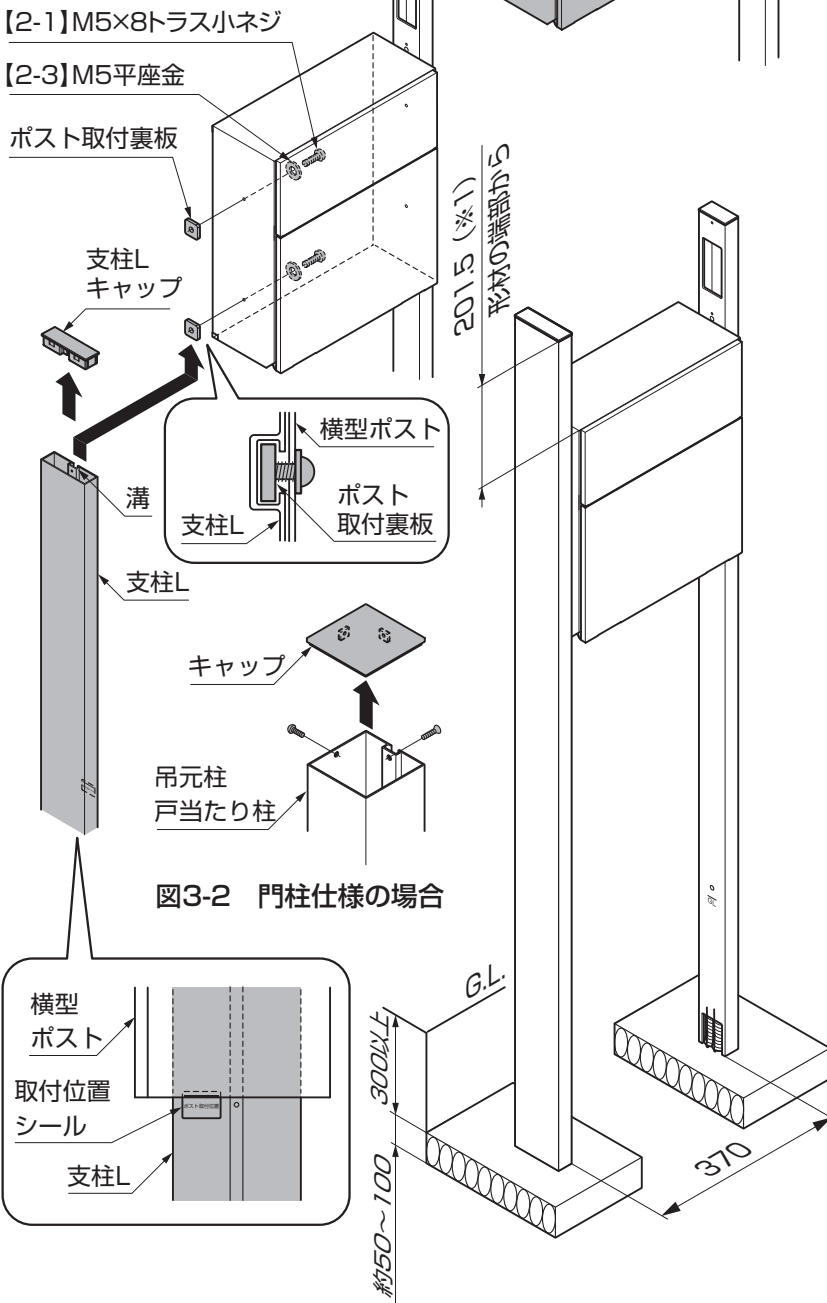

図3-2 門柱仕様の場合
- 門柱仕様の場合、支柱Lの代わりに吊元柱または戸当たり柱を取付けてください。(図3-2参照)
- ⑥左右の支柱が垂直に立っていることを確認し、モルタルを充てんし、「2.基礎工事」の手順にしたがって作業を行ってください。